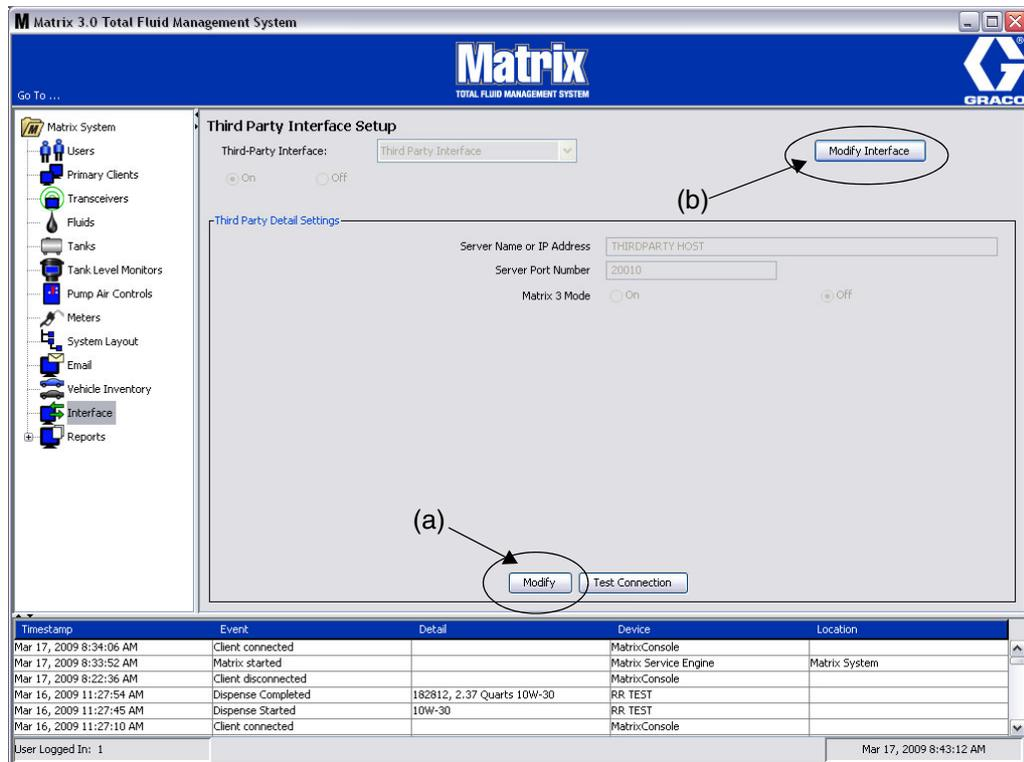

FIG. 162
1. Fare clic sul pulsante **Modify** (Modifica) (a) (FIG. 162, a pagina 118) per visualizzare la finestra di dialogo External Interface Setup (Configurazione dell'interfaccia esterna).
1. Fare clic sul pulsante **Modify Interface** (Modifica interfaccia) (b) (FIG. 162). È visualizzata la finestra di dialogo External Interface Setup (Configurazione dell'interfaccia esterna) illustrata in FIG. 164. La finestra di dialogo è utilizzata per specificare l'interfaccia di terze parti che si sta utilizzando.